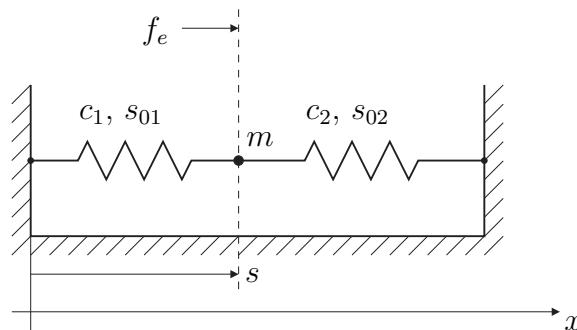

Abbildung 1: Eindimensionale Feder-Massekonfiguration.
1. In dieser Aufgabe soll die in Abbildung 1 dargestellte Anordnung von zwei Federelementen mit einer konzentrierten Punktmasse untersucht werden. 7 P.|
- Nach einer geeigneten Koordinatentransformation ergibt sich die Bewegungsgleichung des Systems aus Abbildung 1 für  $f_e = 0$  zu  $m\ddot{x} = -c_g x$ . Verwenden Sie den Lösungsansatz  $x(t) = x_0 \cos(\omega_0 t)$ . Bestimmen Sie die Eigenfrequenz  $\omega_0$  und zeigen Sie, dass es sich bei der Relation  $x(t) = x_0 \cos(\omega_0 t)$  um eine Lösung der Differentialgleichung  $m\ddot{x} = -c_g x$  handelt. 1 P.|